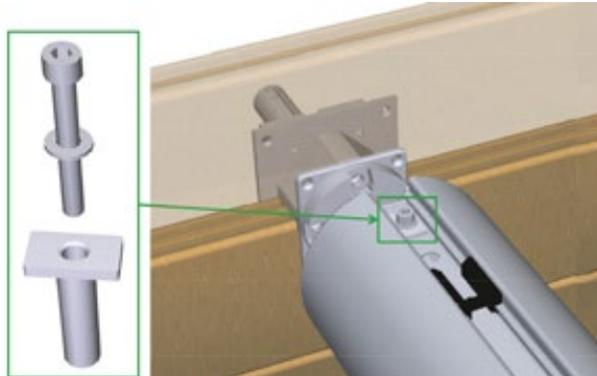

Figura 42 – Bloccaggio dell'albero nell'asse di copertura automatico
Bloccare l'albero nell'asse (Figura 42) con una cannula di plastica, una rondella di 8 mm di diametro e una vite a testa cilindrica a 6 lati 8 × 65 in acciaio inox A4 (fornita con l'asse di copertura automatico).
Le fasi di montaggio della trave sono illustrate nella Figura 42. La viteria necessaria per questo montaggio si trova nel sacchetto Y. In questa figura, la parete di legno si trova tra le parti 7 e 8, e il liner si trova tra le due guarnizioni (7) in gomma.